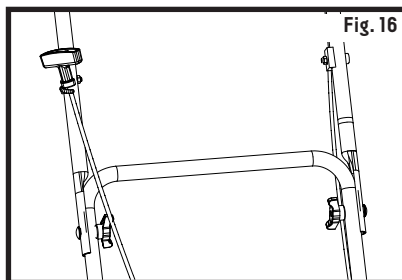

Fig. 16
5. Une fois le moteur en marche, placez le câble de démarreur dans le guide-câble (voir figure 16).